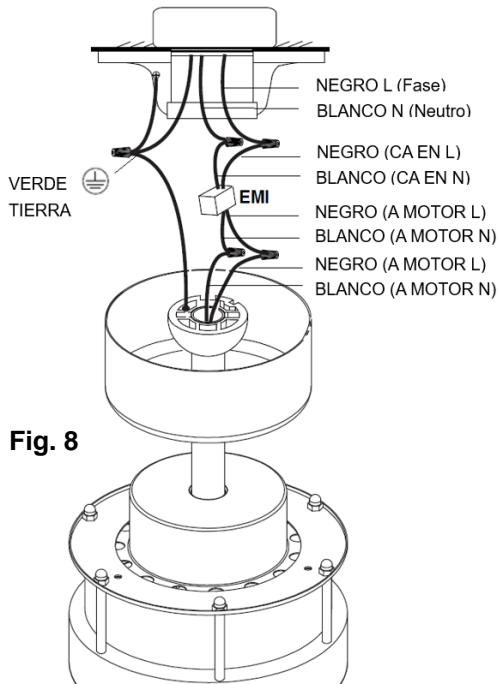

Fig. 8
1. Conecte el cable de fase doméstico (negro) al cable de entrada del filtro EMI (negro, CA EN L) según se muestra en la **Fig. 8**.